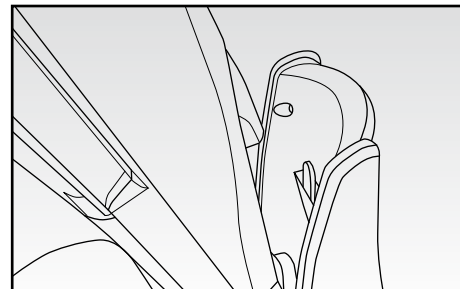

Fig. 5
- Con l'apparecchio assemblato, posizionare quest'ultimo sulla base di ricarica (G), assicurandosi che si inserisca perfettamente sul gancio posto sulla parte superiore (H) della base di ricarica (G) (Fig. 5).